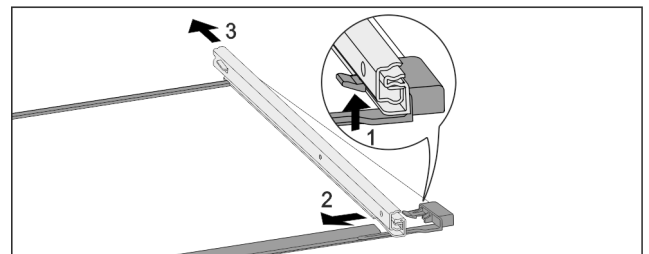

Fig. 107 Sklenená doska s koľajničkami
- Potlačte predný západkový hák nahor. Fig. 107 (1)
- Odsuňte vyťahovaciu koľajničku do strany Fig. 107 (2) a dozadu Fig. 107 (3).